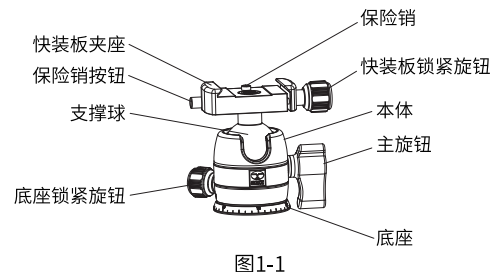

图1-1
1. 认识产品(如图1-1所示)。
①如果您的三脚架上为UNC1/4"连接螺丝,那么您需要另外购买一颗UNC3/8"的连接螺丝。